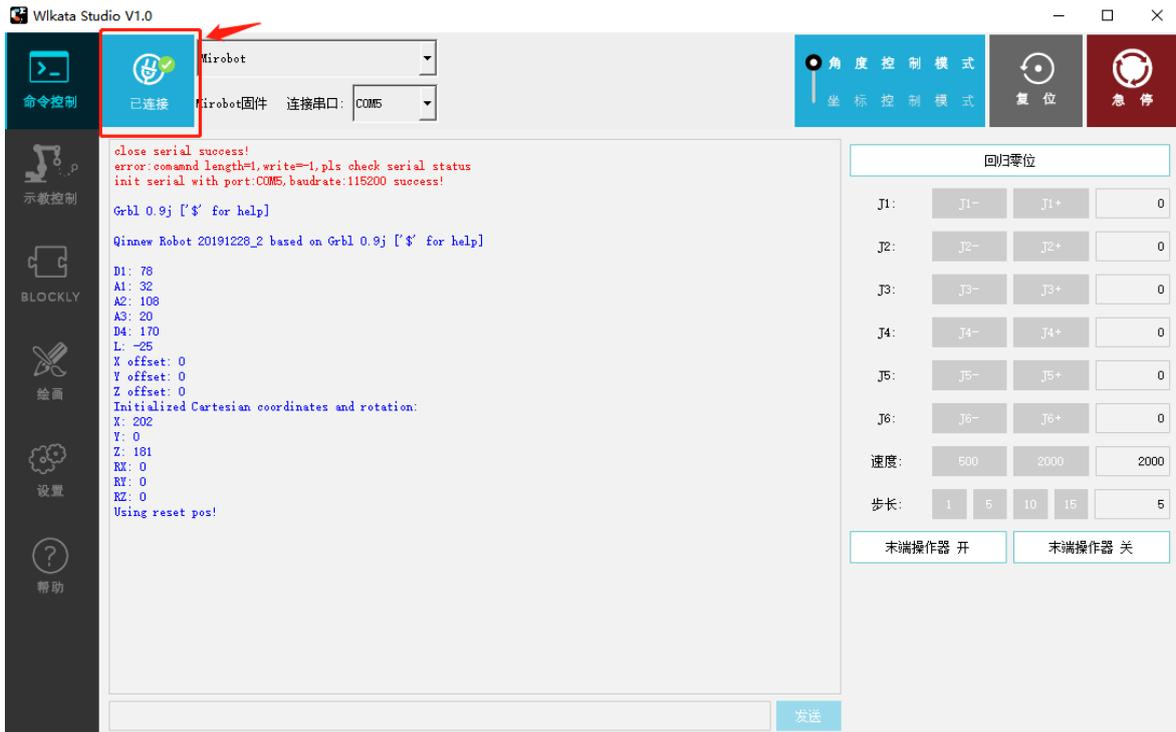

图 2.11 Wlkata studio 软件与机械臂连接成功
(4) 此时的 Wlkata studio 软件左上角显示绿色的连接成功标志并显示已连接，此时可以开始使用 Wlkata studio 软件对机械臂进行控制。如图 2.11 所示。